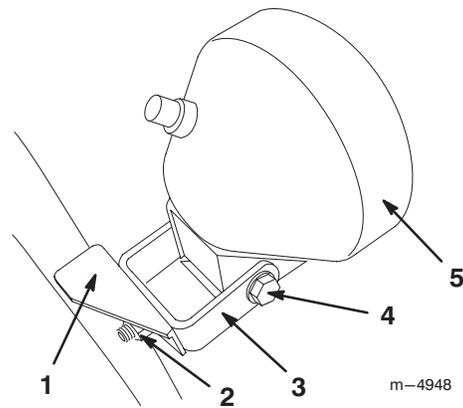

Bild 27
1. Lockern Sie die beiden Muttern an der U-Schraube, mit denen die Scheinwerferhalterung am Griff befestigt ist (Bild 27).